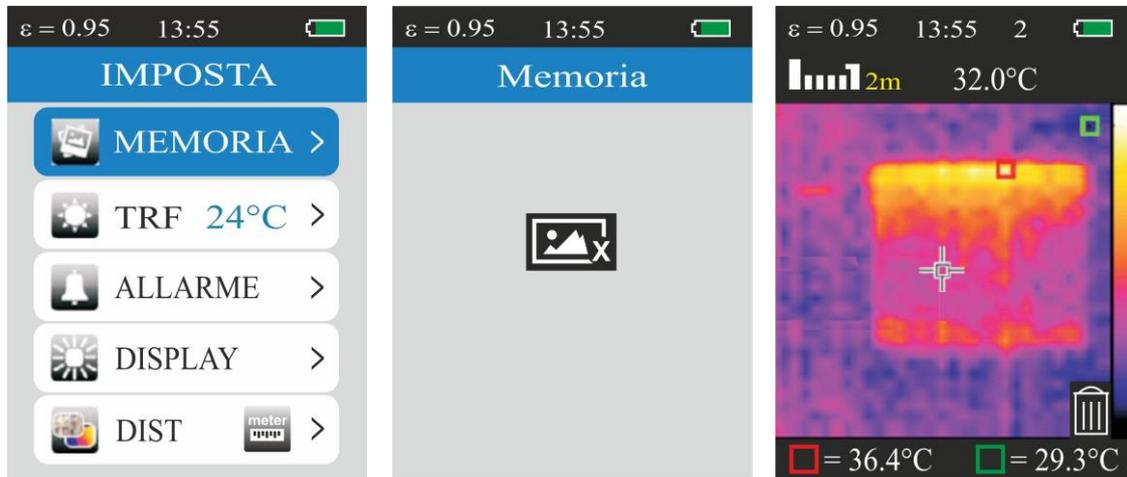

Fig. 12: Visualização das imagens guardadas na memória
1. Selecionar a opção “MEMÓRIA” com os botões ▼ ou ▲ e premir o botão **Enter**. O ecrã da Fig. 12 é apresentado no display.
2. O ecrã da Fig. 12 – parte central é apresentado nos casos em que o cartão micro SD está vazio (nenhuma imagem guardada) ou não está inserido nenhum cartão micro SD
3. O ecrã da Fig. 12 – parte direita é apresentado quando uma imagem guardada é apresentada no display. O número na parte superior do display indica a posição em memória da imagem guardada.
5. Premir o botão **Enter** sobre a imagem apresentada no display. O símbolo do cesto do lixo é apresentado na parte inferior do display (ver Fig. 12 – parte direita).